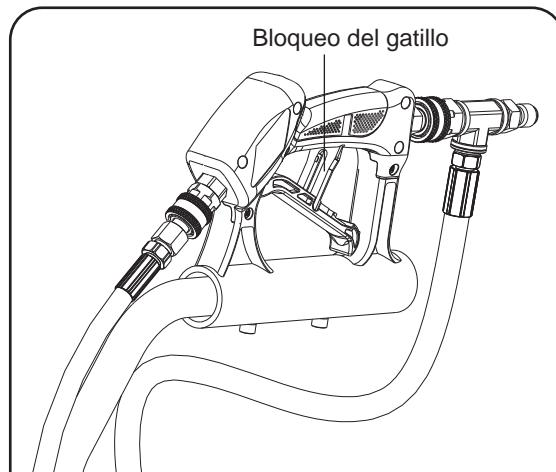

Figura 10
1. Bloquee el gatillo de la pistola de la limpiadora de superficies. Para esto, mueva el bloqueo del gatillo a un ángulo de 90° de modo que descance contra el agarre de la manija (**consulte la figura 10**).